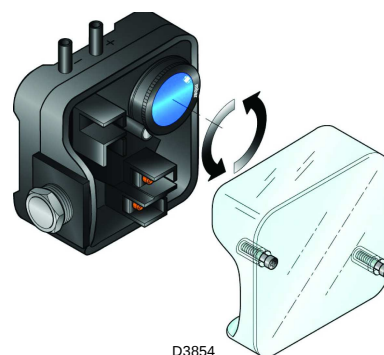

Fig. 29
- Regolare il pressostato aria (Fig. 29) a inizio scala.
Eseguire la regolazione del pressostato aria dopo aver effettuato tutte le altre regolazioni del bruciatore con il pressostato aria regolato a inizio scala (Fig. 29).